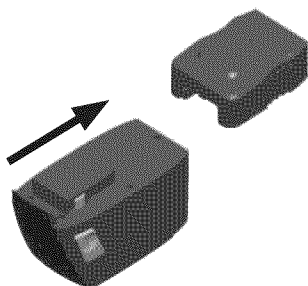

Figure 4 - Retirez le chargeur
4. Débranchez le chargeur. Retirez le chargeur en le faisant glisser (voir figure 4).